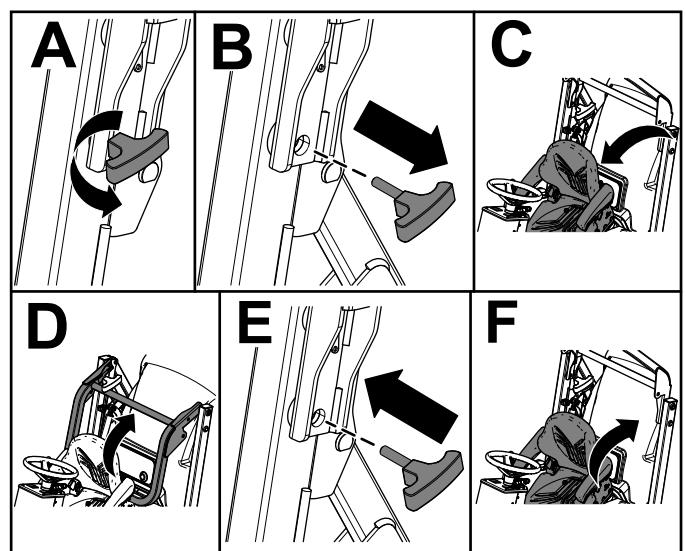

図 16
- 運転席を前に倒す図 16。
- ROPS バーからノブピンを抜き取る図 16。
- ROPS を立ててノブピンで固定する図 16。
- 座席を元に戻して固定する図 16。